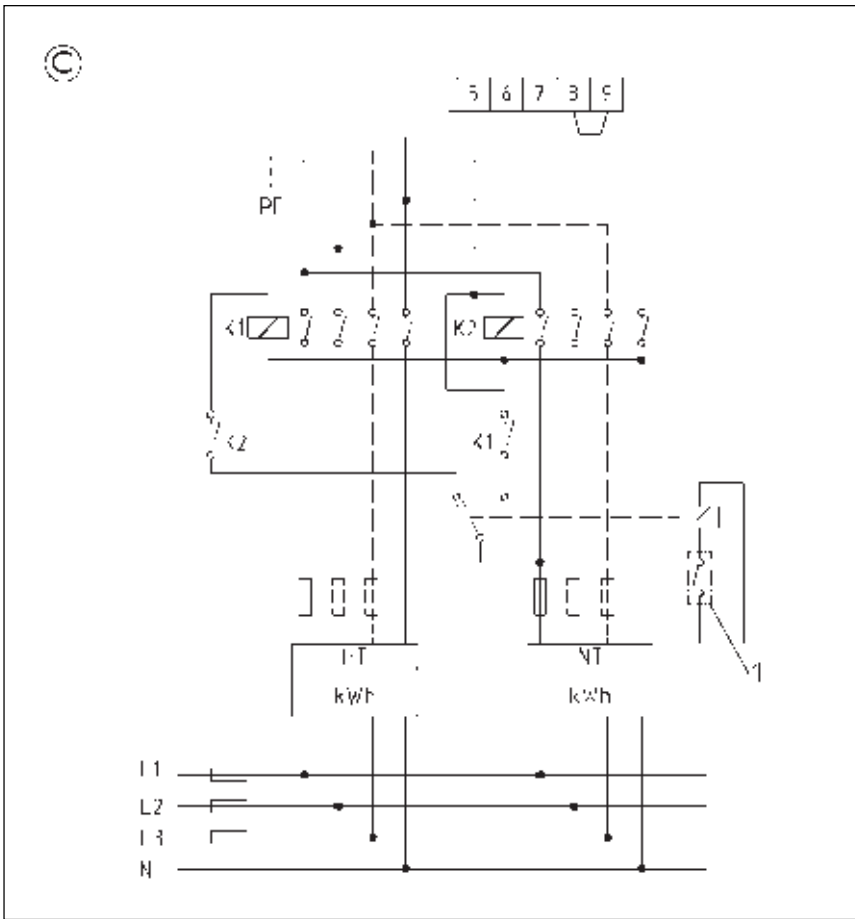

Рис. 9
(C) Измерение двумя счетчиками (рис. 9)